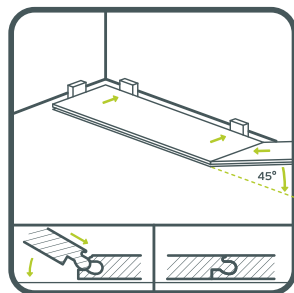

рис. 2
- 8.1.2 Уложить вторую планку, совместить поперечный замок под углом 45 градусов с поперечным замком первой планки, опустить к основанию, прижать вниз (см. рис. 2). При необходимости осуществить подбивку планок по торцевой стороне.